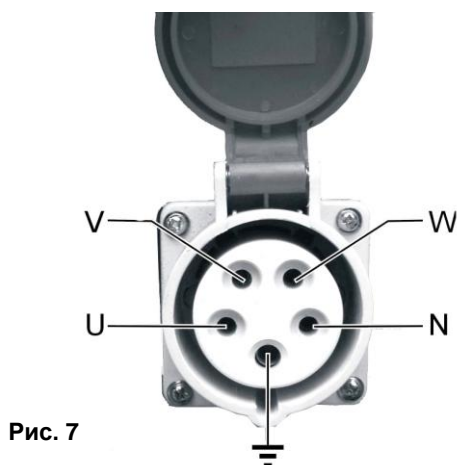

Рис. 7
- Этот разъем используется для работы с трехфазными нагрузками 380 вольт переменного тока, 16 ампер, 50 Гц, с потребностью мощности до 10 000 ватт (10,0 кВт). Розетка защищена автоматическим выключателем на 18 ампер (См. Рис.7).